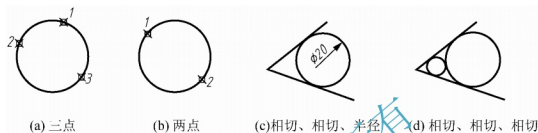

图 3-12 绘图的方法
(1) 系统默认的绘图方式是指定圆心和半径或圆心和直径。系统提示“指定圆的半径或 [直径(D)]<12.0000>：”时若输入“D”，则所输入的数值为圆的直径。
- (2) **【三点(3P)】**: 即指定圆周上三点绘制圆, 如图 3-12(a)所示。
- (3) **【三点(2P)】**: 即根据直径的两端点绘制圆, 如图 3-12(b)所示。
- (4) **【相切、相切、半径(T)】**: 与两个对象相切并按指定半径绘制圆。如图 3-12(c)所示。
- (5) **【相切、相切、相切(A)】**: 与三个图形都相切绘制圆。如图 3-12(d)所示。可以通过 **【绘图】→【圆】→【相切、相切、相切(A)】** 选用, 也可以选择 **【三点(3P)】** 方式时, 设置每一点都为切点。